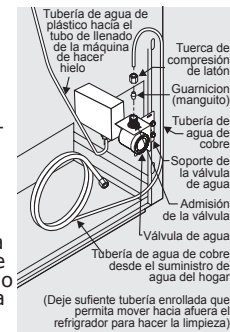

figura 1
4. **Si usa tubería de cobre** - deslice la tuerca de compresión de latón, luego la férula (manguito) en la línea de suministro de agua. Empuje la línea de suministro de agua en la entrada de la válvula de agua hasta el tope (1/4 de pulgada / 6.4 mm). Deslice la férula (manguito) en la entrada de la válvula y apriete a mano la tuerca de compresión en la válvula. Apriete otra media vuelta con una llave; NO apriete demasiado. Vea la figura 1.